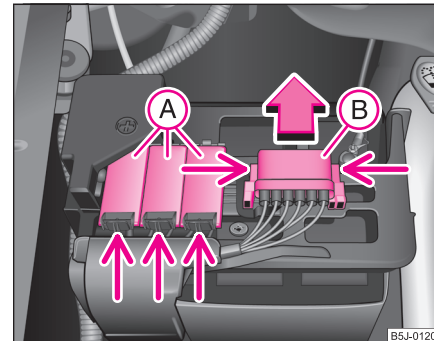

Abb. 181 Batterie: Sicherungsdeckel
- Drücken Sie Verrastungen der Sicherungsabdeckungen **(A)** ⇒ Seite 257, Abb. 181 und klappen die Abdeckungen auf.
- Einige Fahrzeuge sind nur mit der Abdeckung **(B)** ausgestattet ⇒ Seite 257, Abb. 181. ■